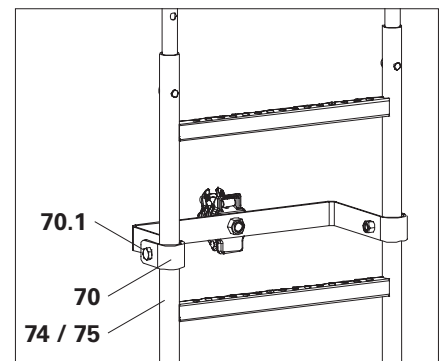

Fig. A9.08a
1. In via preliminare, assemblare la scala di accesso UAV (**74 / 75**) con l'attacco scala UAV (**70**). (Fig. A9.08a)